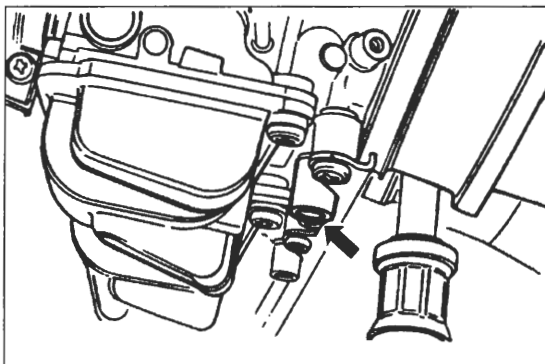

Bild 76
-  Schwimmerventil-Kegel darf keine Riefen oder Kerben haben (Bild 76).